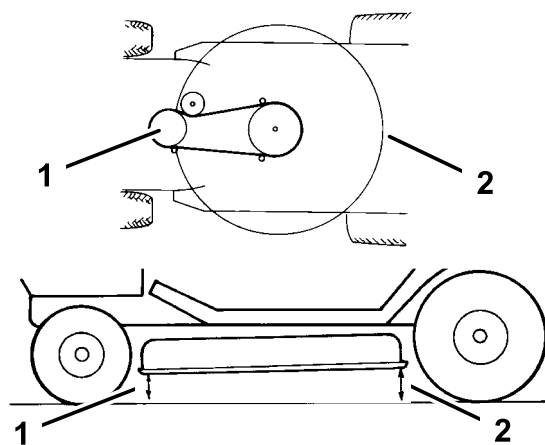

Bild 46
10. Kontroller den langsgående knivhældning ved at måle mellem bunden af plæneklipperen (midt på forenden og midt på bagenden) og den plane overflade (Bild 46). Hvis plæneklipperens forende er mere end 16 mm lavere end bagenden af plæneklipperen, skal den justeres. Se trin 11 til 17.